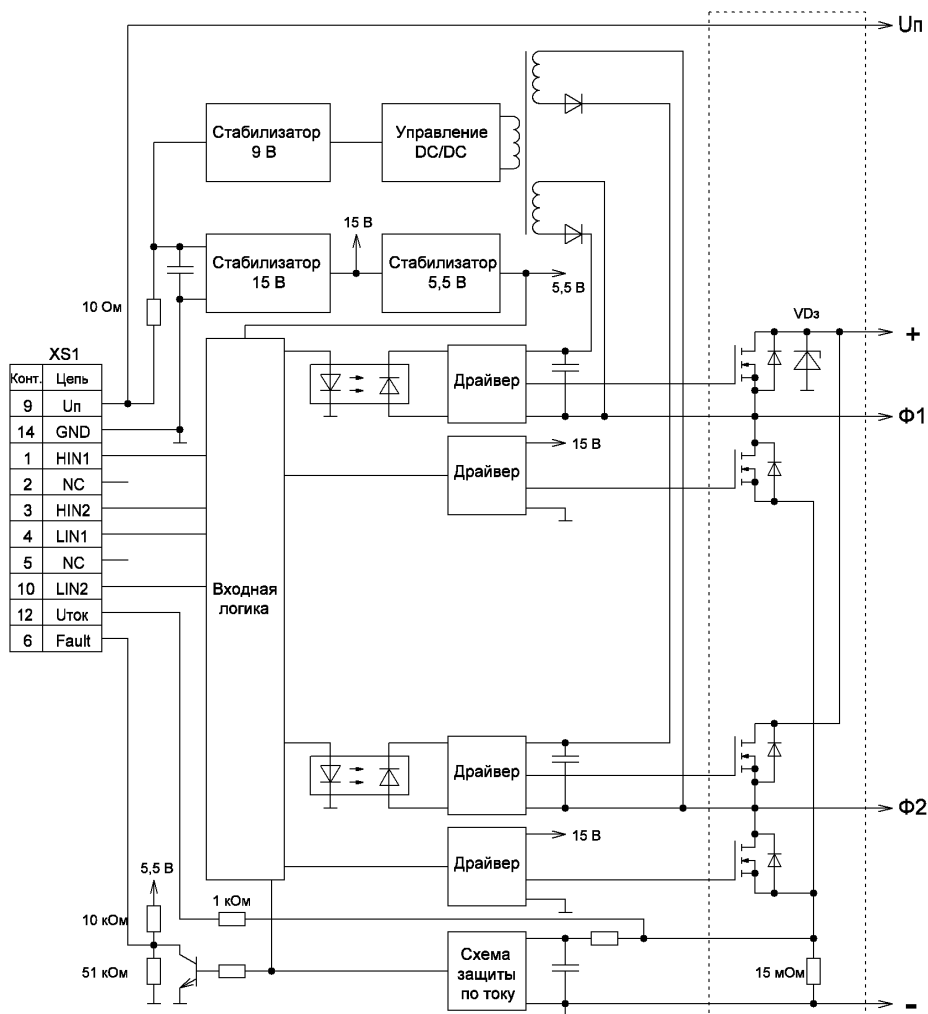
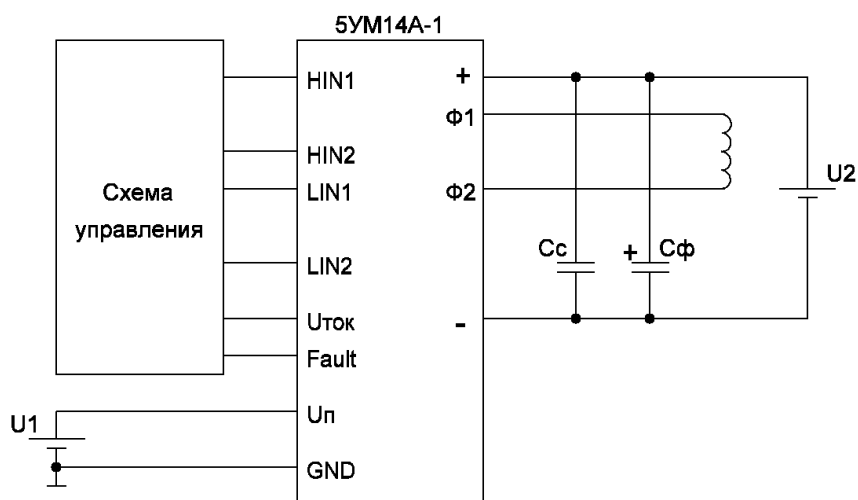

Рисунок 1.1 – Структурная схема модуля 1УМ14А-1
Рисунок 3.1 – Схема включения модуля 1УМ14А-1
3.9 Выводы «+» и «-». Выводы подключения силового питания инвертора модуля. Между данными выводами в модуле установлен ограничитель напряжения «VDз» (см. рисунок 1.1) с номинальным пробивным напряжением 150 В. Для корректной работы модуля необходима установка непосредственно на выводы «+» и «-» снабберного конденсатора «Сс» (см. рисунок 3.1) типа K73-17 номинальной ёмкостью 0,1...0,33 мкФ х 160 В. На расстоянии не более 0,2 м через провод сечением не менее 2 мм2 рекомендуется установить конденсатор фильтра «Сф» ёмкостью (200...1000) мкФ.